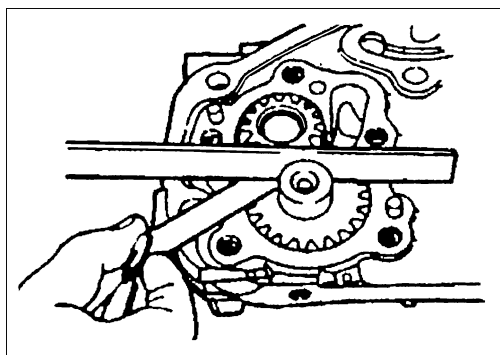

图 2-110 检查侧向间隙
(3) 平衡轴
① 检查油孔有无堵塞。
② 检查轴颈有无烧结、损伤、或与轴承干涉。若有不良现象, 应更换平衡轴、轴承或前盖总成。
(4) 机油泵
① 将机油泵齿轮安装在前盖上, 然后旋转该齿轮, 检查能否圆滑转动且不松动。
② 确认在前盖与机油泵盖齿轮面之间的接触面没有非正常磨损。
③ 如图 2-110 所示, 检查侧向间隙。